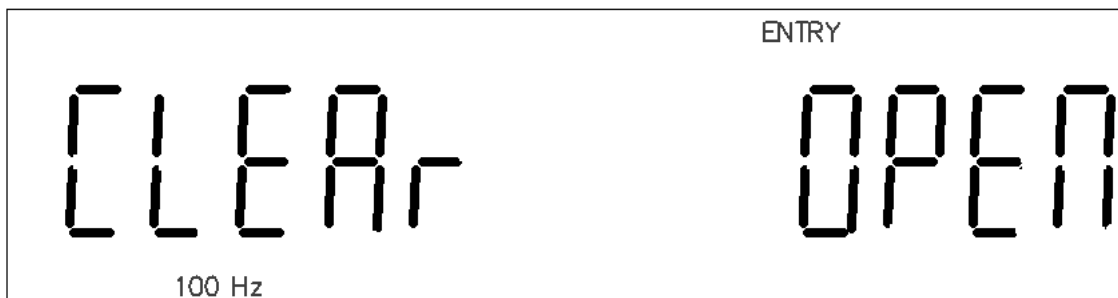

图 3-2 开路清零
3. 如果当前夹具为开路状态。LCD 显示信息如图 3-2 所示。“**ENTRY**”点亮指示当前仪器处于输入状态，**[ESC]**，**[ENTER]**，**[◀]**，**[▶]**，**[▼]**，**[▲]** 按键的输入功能有效。